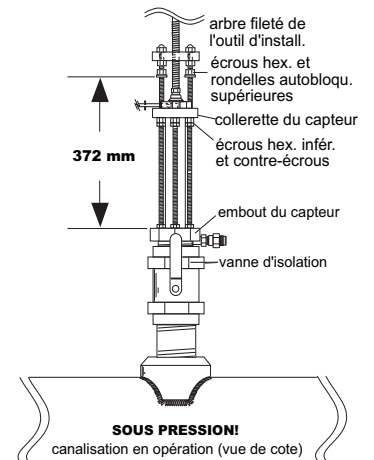

Fig. 15
- B. Visser et mettre en place l'outil d'installation et remplacer la plaque de protection du capteur par la plaque de support. (Fig. 15)